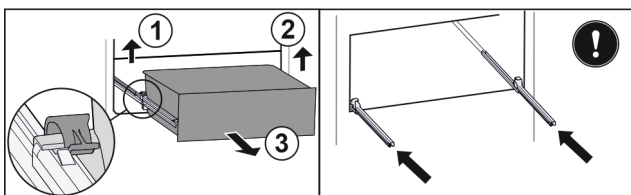

Fig. 142
- ▶ Podnieść lewy zacisk i wysunąć jednocześnie szufladę po lewej do przodu. Fig. 142 (1)
- ▶ Podnieść prawy zacisk i wysunąć jednocześnie szufladę po prawej do przodu. Fig. 142 (2)
- ▶ Wyjąć szufladę do przodu. Fig. 142 (3)